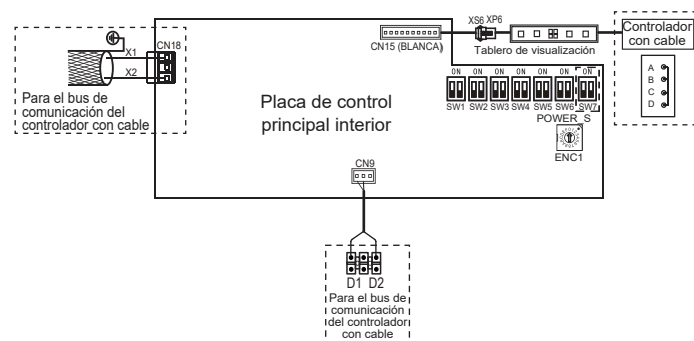

Figura 46
- Los puertos X1/X2, D1/D2 a los lados de la placa de control principal y el puerto de comunicación unidireccional (lado de la placa de visualización) son para diferentes tipos de controladores cableados (vea la Figura 46).